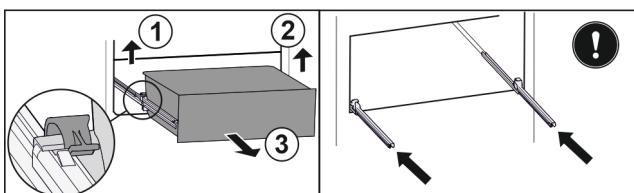

Fig. 55
- ▶ Повдигнете лявата скоба и едновременно с това изтеглете напред чекмеджето отляво. Fig. 55 (1)
- ▶ Повдигнете дясната скоба и едновременно с това изтеглете напред чекмеджето отдясно. Fig. 55 (2)
- ▶ Извадете чекмеджето напред. Fig. 55 (3)